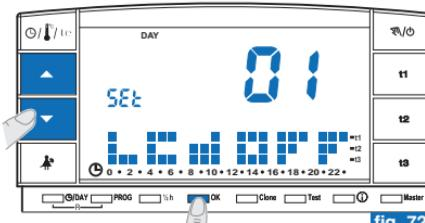

fig. 72
- Desde la pantalla de visualización del contraste de la pantalla (ejemplo fig. 69) pulsar las teclas **▲▼** para visualizar el nivel “**01**” **LCd OFF** (ejemplo fig. 72).